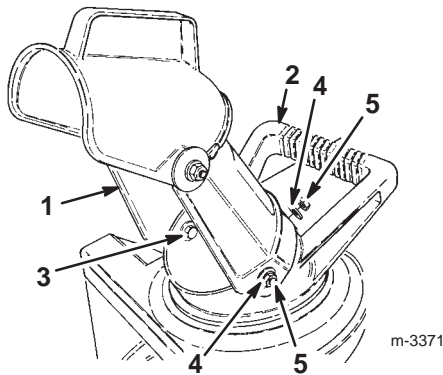

Figure 2
1. Placer les trous dans les côtés de l'éjecteur sur les boulons six pans sur les côtés de la poignée d'orientation (Fig. 2).
2. Fixer l'éjecteur aux boulons six pans à l'aide de 2 rondelles et 2 écrous (Fig. 2).
5. Visser **solidement** d'une rondelle et d'un écrou sur la vis à l'arrière de l'éjecteur (Fig. 2).